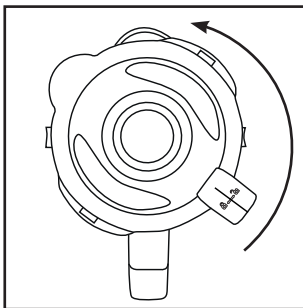

Abb. 1
- 2) Entfernen Sie den Deckel **2**, indem Sie ihn so weit gegen den Uhrzeigersinn Richtung Position ↶ drehen (siehe Abb. 1), bis Sie ihn nach oben abziehen können.